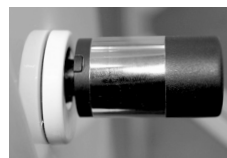

Abb. 6
- 6 Rasten Sie die Knopföhse wieder ein (Abb. 6).